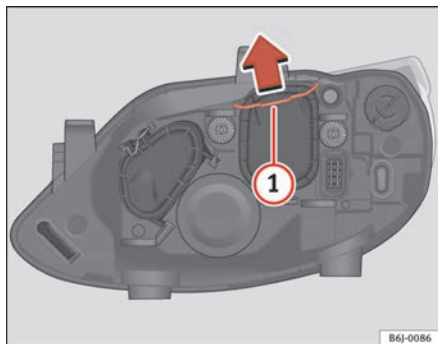

Fig. 146 Anabbaglianti
- Far scorrere il tirante ⇒ fig. 146 **1** nel senso della freccia e sfilare la chiusura.